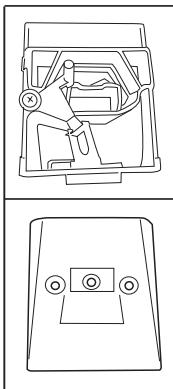

Fig. 18
- Proceda con al limpieza de la tolva, tanto por dentro como por fuera, para eliminar cualquier obstrucci n presentes en correspondencia con los tres agujeros (**Fig.18**)